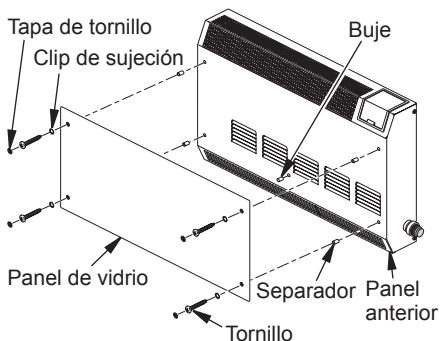

Figura 7 - Instalación del panel de vidrio
3. Introduzca el buje en el orificio central del frente del panel anterior (consulte la figura 7).
5. Ponga los separadores en los cuatro orificios del panel anterior como se muestra en la figura 7.